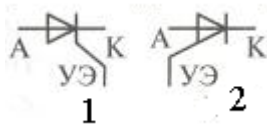

Рис. 5
*Ответ:* тринистор (рис. 5) – это *управляемый тиристор* с четырехслойной *p-n-p-n* структурой и тремя выводами (электродами): А, К и УЭ, в которой одна из базовых областей сделана управляющей (УЭ).